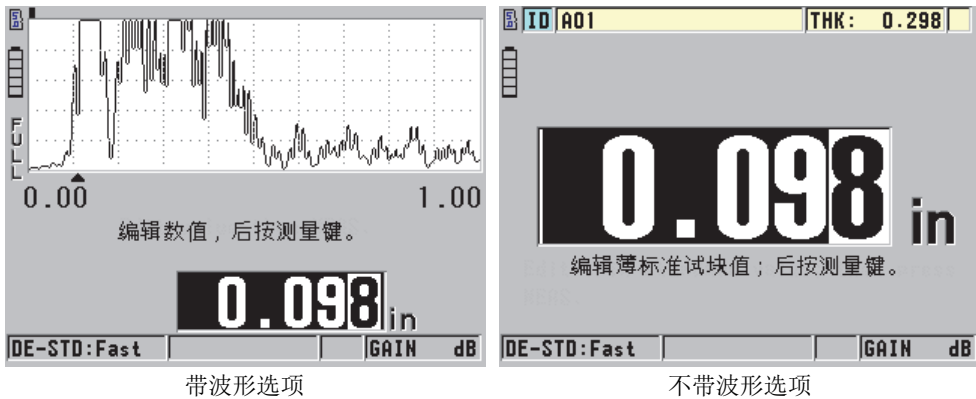

图 5-7 在 5 阶试块上进行零位校准
2. 要使用一个带有或不带波形软件选项的仪器进行零位校准（参见第 64 页的图 5-7）：